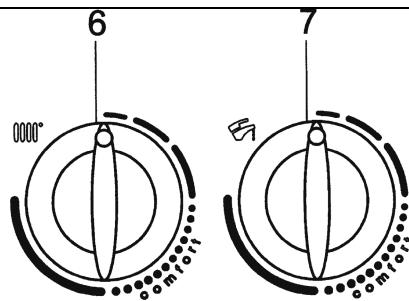

Рис. 21А
- 1) поверните регулятор 6 (рис.1) против часовой стрелки, установив на минимальное значение (см. рис.21А);
- 2) далее сделайте два быстрых последовательных поворотов (примерно $\frac{1}{4}$ круга) регулятора 6 по часовой стрелке (см. рис.21Б)